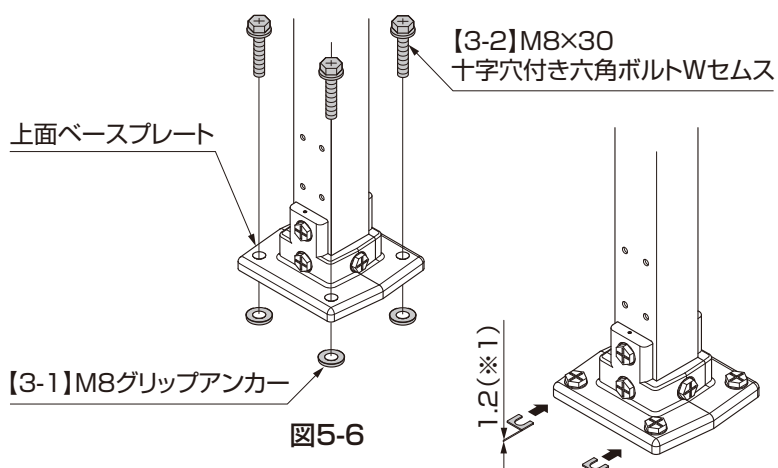

図5-6
- ③ 【3-2】で上面ベースプレートを【3-1】に取付けてください。(図5-6参照)